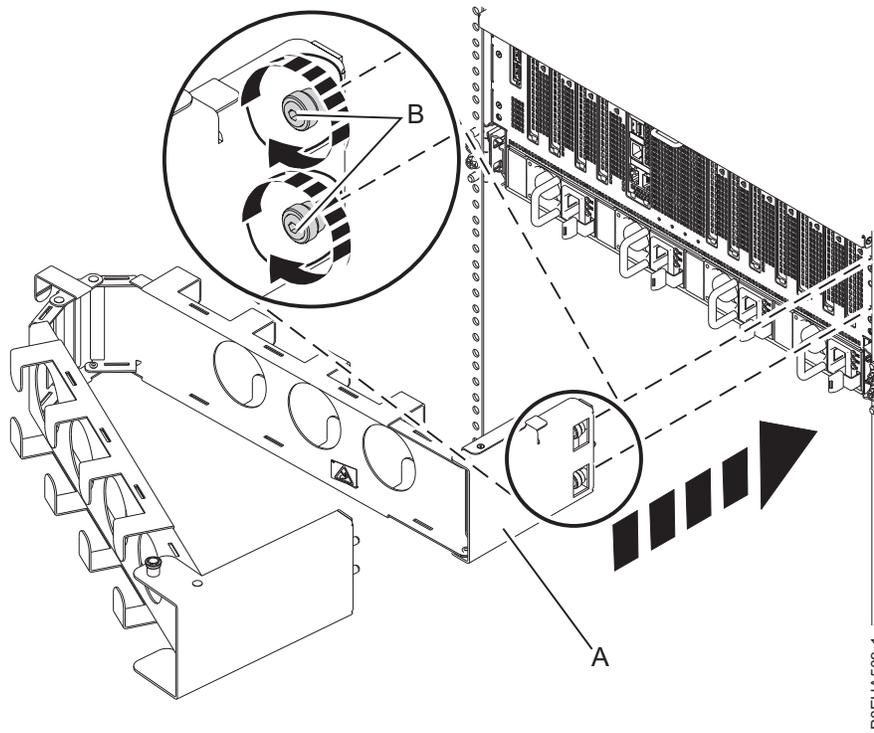

Figura 17. Conectando a placa interna ao chassi do sistema
1. Conecte a placa interna (**A**) ao chassi do sistema apertando manualmente os dois parafusos cativos (**B**) por meio dos furos roscados no chassi, conforme mostrado em Figura 17 na página 18. Use a ferramenta hexa T25 que foi incluída com seu sistema para apertar mais os parafusos.